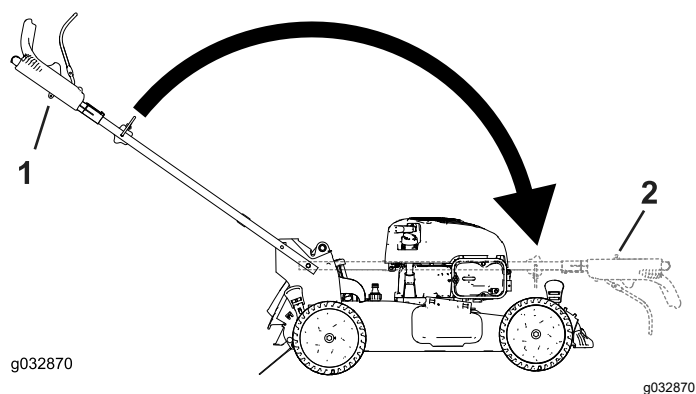

Figure 23
2. Repliez le guidon en le faisant pivoter en avant (Figure 23).